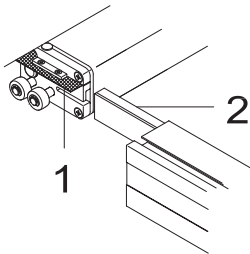

Abb. 7: Markisenmontage
- » Unterfüttern Sie den Markisenkasten mit einer passenden Unterlage, z.B. Holzbrett (A–Abb. 7), so dass dieser in der richtigen Höhe zur Schiene liegt.
- » Heben Sie die Fallstange etwas an und schieben den Markisenkasten, die Laufwagen (1–Abb. 7) und die Stege (2–Abb. 7) der Seitenlager ein wenig auf die Führungsschienen.